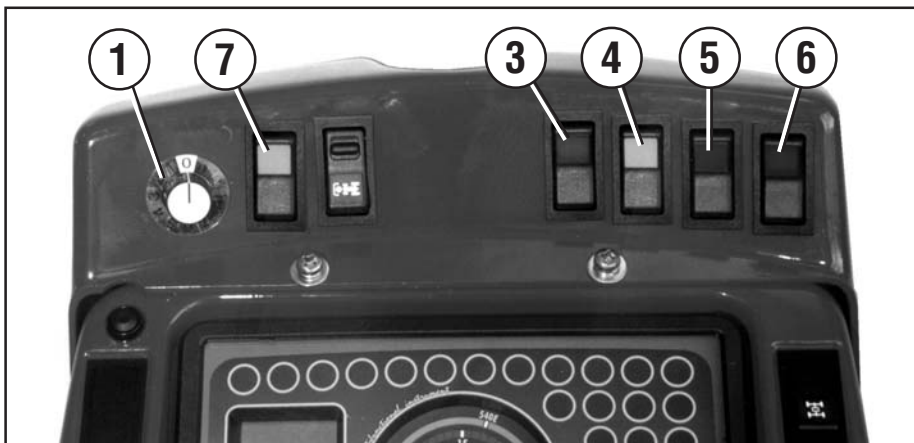

Fig. 46
För användning, tryck på knappen (7 fig. 46). I en sådan situation trycksätts det hydrauliska uttaget **A** omedelbart när maskinen är i gång. Med den vridbara potentiometern (1 fig. 46), som verkar på proportionalventilen, regleras tillförseln av olja. Från ett min. på 0 liter (läge 0) till ett max. (läge 10), d.v.s. all olja som kommer från pumpen. Följaktligen regleras den til-
Tryck på knapparna (3-4-5-6 fig. 46) för användning. Tryck på de färgade knapparna med två lägen utan hålldon och ett mittläge för att bibehålla trycket för att elektrohydrauliskt aktivera de dubbelverkande hydrauliska uttagen. Deras funktion: Den röda knappen (6) aktiverar uttagen **C** och **D** (rött-orange). Den blå knappen (5) aktiverar uttagen **E** och **F** (blått-grönt). Den gula knappen (vid förfrågan) (4) aktiverar uttagen **G** och **H** (gult-svart). Den gröna knappen (vid förfrågan) (3) aktiverar uttagen **I** och **L** (grönt-blått).
Som beskrivet i förra avsnittet regleras tillförseln av olja (hastighet) med den vridbara potentiometern (1 fig. 46) även till de hydrauliska uttagen med omvänd